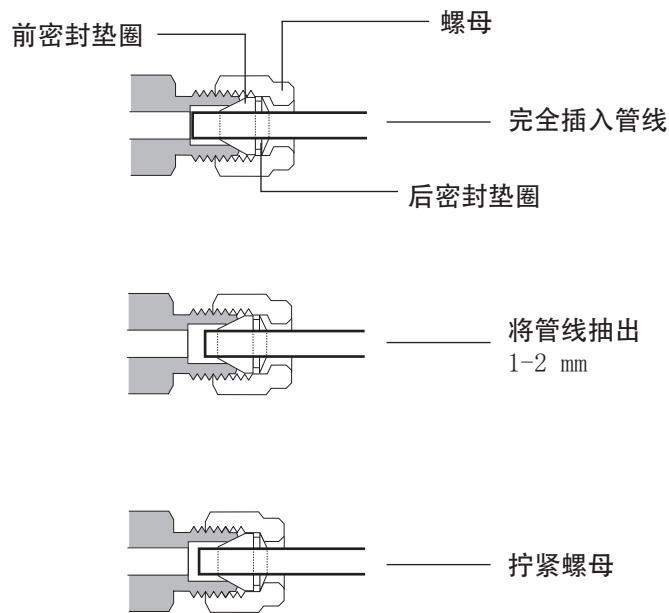

图 19 插入管线
- 5** 将管线完全推入插头中，然后将其抽出大约 1 至 2 毫米（请参见图 19）。